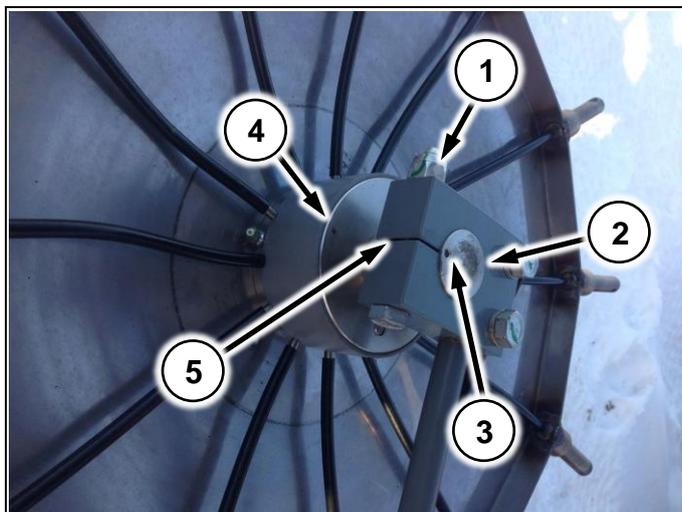

Рис. 161
1. Ослабьте болт (Рис. 161/1)
2. Вращайте ось диска (Рис. 161/2)
3. Добейтесь совпадения точек (Рис. 161/3) и (Рис. 161/4) с прорезью (Рис. 161/5)
4. Затяните болт (Рис. 161/1)